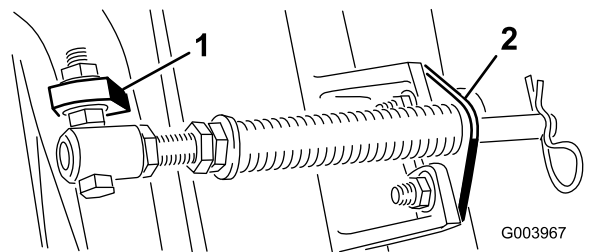

図 6
注 ボルトは、図 6 に示すように、頭部が外側にくるように取り付ける。
- D. カットティングユニットのタブにロッドブラケットを取り付け、キャリッジボルトとナットで固定する 図 6。